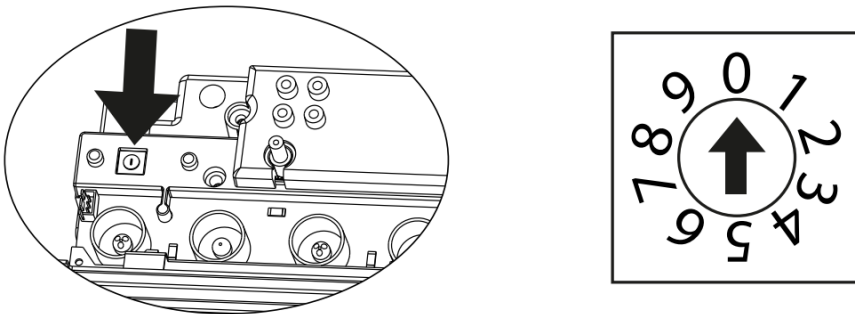

Fig. 22
6. Jedes Produkt ist mit einem drehbaren Identifikator-Schalter ausgestattet, der für die Daisy-Chain angepasst werden muss (Abb. 22). Das Master-Gerät sollte auf 0 eingestellt werden (Standard). Weitere Geräte sollten eine einmalige Identifikator Nummer auf jedem binären Schalter erhalten.